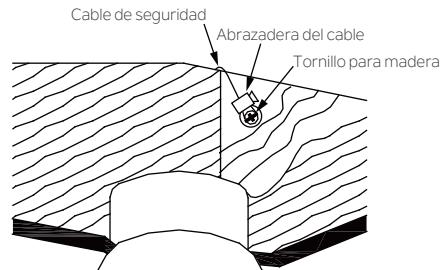

Figura 12
Paso 2. Inserte el cable de seguridad a través del soporte de montaje y uno de los orificios de la caja de salida en el techo. Tire del cable adicional a través de la abrazadera del cable para ajustar la longitud del cable de seguridad para alcanzar el tornillo para madera y la arandela plana hasta que la longitud total sea adecuada, vuelva a colocar el extremo del cable a través de la abrazadera del cable, formando un lazo en el extremo del cable. Apriete firmemente la abrazadera del cable. Ahora, coloque el lazo en el extremo del cable de seguridad sobre el tornillo para madera y debajo de la arandela plana. Apriete firmemente el tornillo para madera. (**Figura 12**)